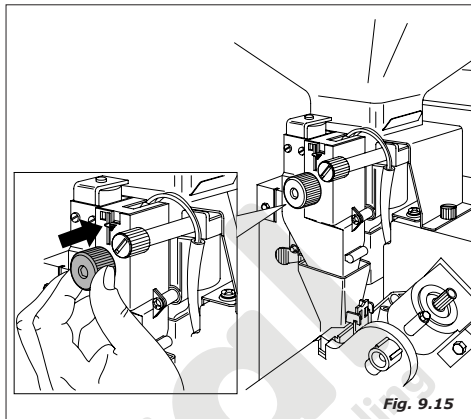

Fig. 9.15
- Gramaje del café molido. Variar la cantidad actuando sobre el botón puesto en el dosificador (Fig.9.15). Cada salto del botón de regulación corresponde a un valor de 0,05 gramos. Girando a la derecha la dosis disminuye. Girando a la izquierda la dosis aumenta. La variación de producto se puede controlar mediante las muescas de referencia colocadas en el cuerpo dosificador (véase la figura 9.15). La tableta de café, normalmente, debe presentarse compacta y levemente húmeda.